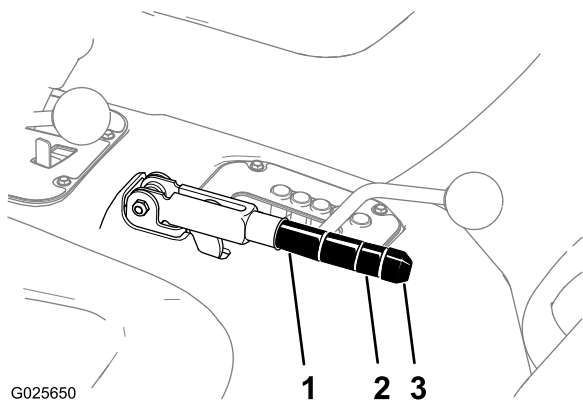

Bild 80
2. Lösen Sie die Stellschraube, mit der das Handrad am Feststellbremshebel befestigt ist (**Bild 80**).
3. Drehen Sie das Handrad (**Bild 80**), bis eine Kraft von 20 kg bis 22 kg erforderlich ist, um den Hebel zu betätigen.
4. Ziehen Sie die Stellschraube fest (**Bild 80**).